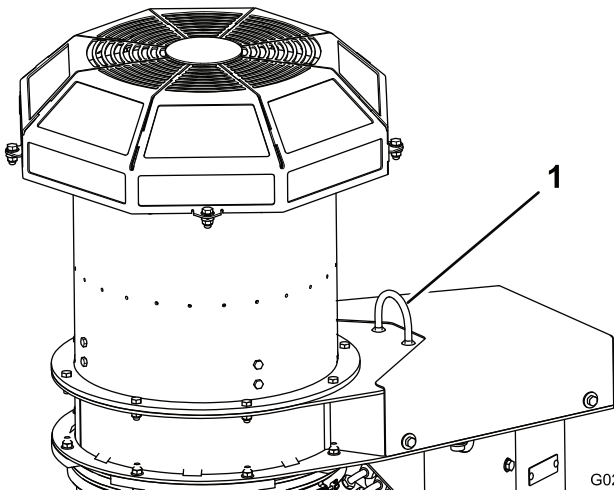

Bild 7
8. Nehmen Sie den Riemen von der Palette ab und befestigen ihn an der Hebeschleife am Bläser (Bild 7).